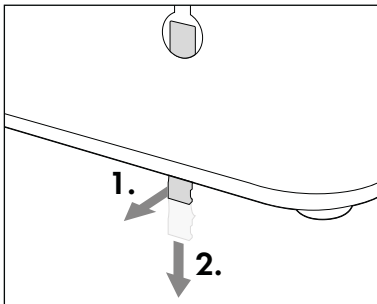

Fig. 1
3. Sul lato posteriore dell'apparecchio, l'occhiello di sospensione di destra **6** presenta un perno di sicurezza **7** che ha la funzione di impedire che l'apparecchio si stacchi dalle viti **8**. Premere il perno di sicurezza **7** un poco all'indietro fino a sentire un clic. Poi estrarre un poco il perno di sicurezza **7** dall'occhiello di sospensione **6** verso il basso (vedere fig. 1).